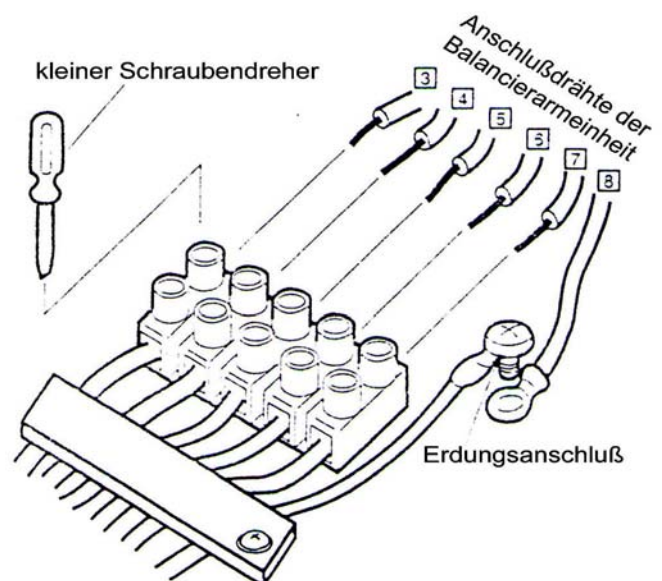

Abbildung 22
6. Lösen Sie mit einem Schraubendreher mit kleinem Durchmesser 5 Schrauben an der Anschlußklemme und führen sie die Verdrahtungen der Balancierarmeinheit entsprechend der jeweiligen Farbe in die Anschlußklemme ein. (ABBILDUNG 22)